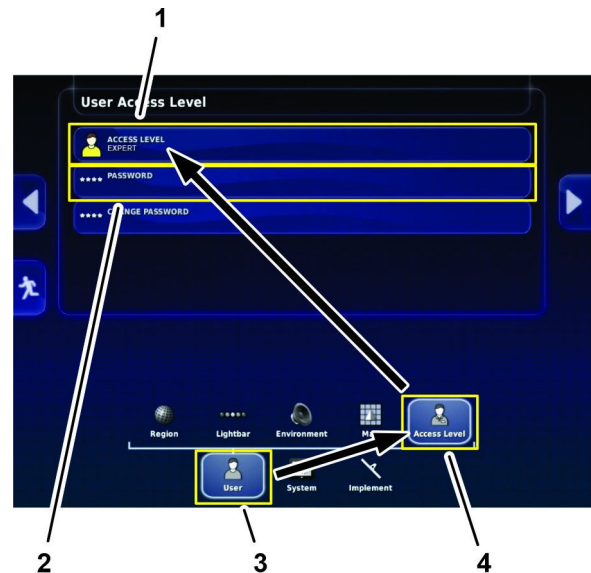

Figura 15
3. En la pantalla de configuración, pulse el icono USUARIO y el icono NIVEL DE ACCESO (Figura 15).
4. En el cuadro de diálogo Nivel de acceso del usuario, pulse el icono NIVEL DE ACCESO, y en el menú desplegable, pulse el icono EXPERTO (Figura 15).